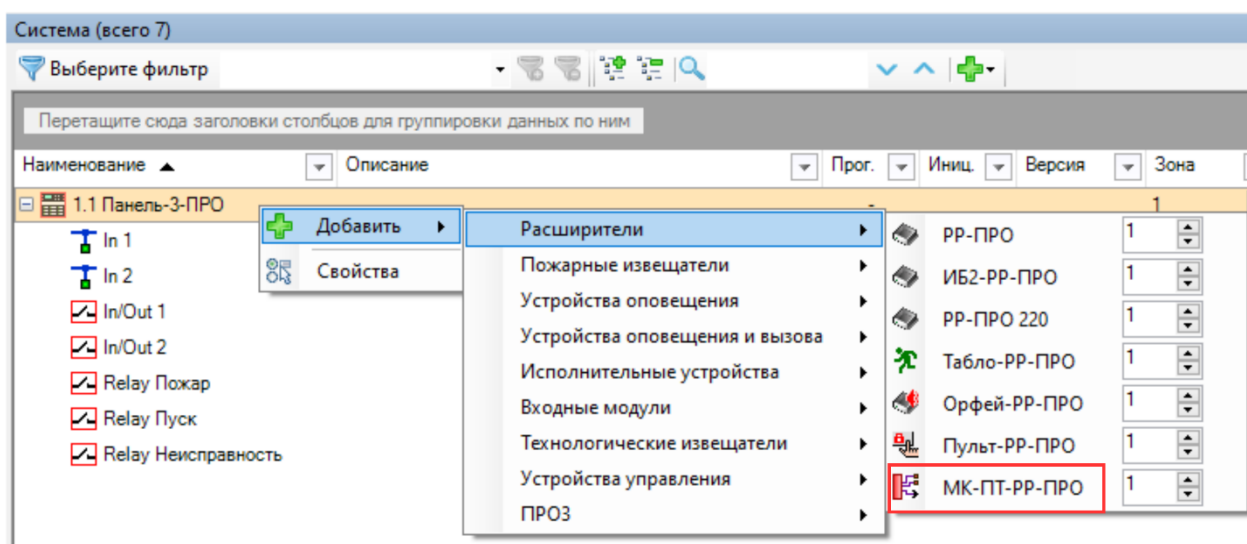

Рис. 36
- 1) Выделить контроллер сегмента в дереве устройств, в окне "Система" в контекстном меню выбрать "Добавить" и найти в списке устройств МК-ПТ-РР-ПРО (рис. 36).